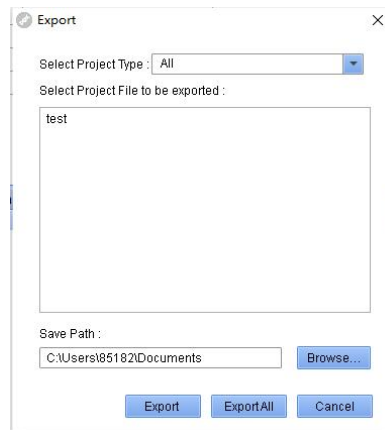

Fig 5-2
- **Export:** Exportați fișierele de proiect din managerul de proiect în alt director. În ecranul Export (Fig 5-2), selectați proiectul(ele) de exportat și calea de salvare; și apoi faceți clic **Export** butonul pentru a le exporta. Clic **Exportați toate** pentru a exporta toate proiectele din listă.